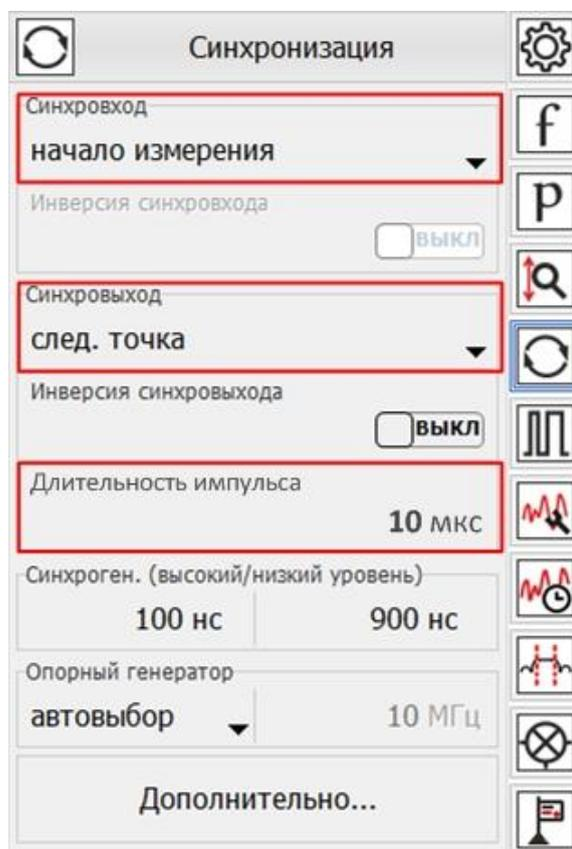
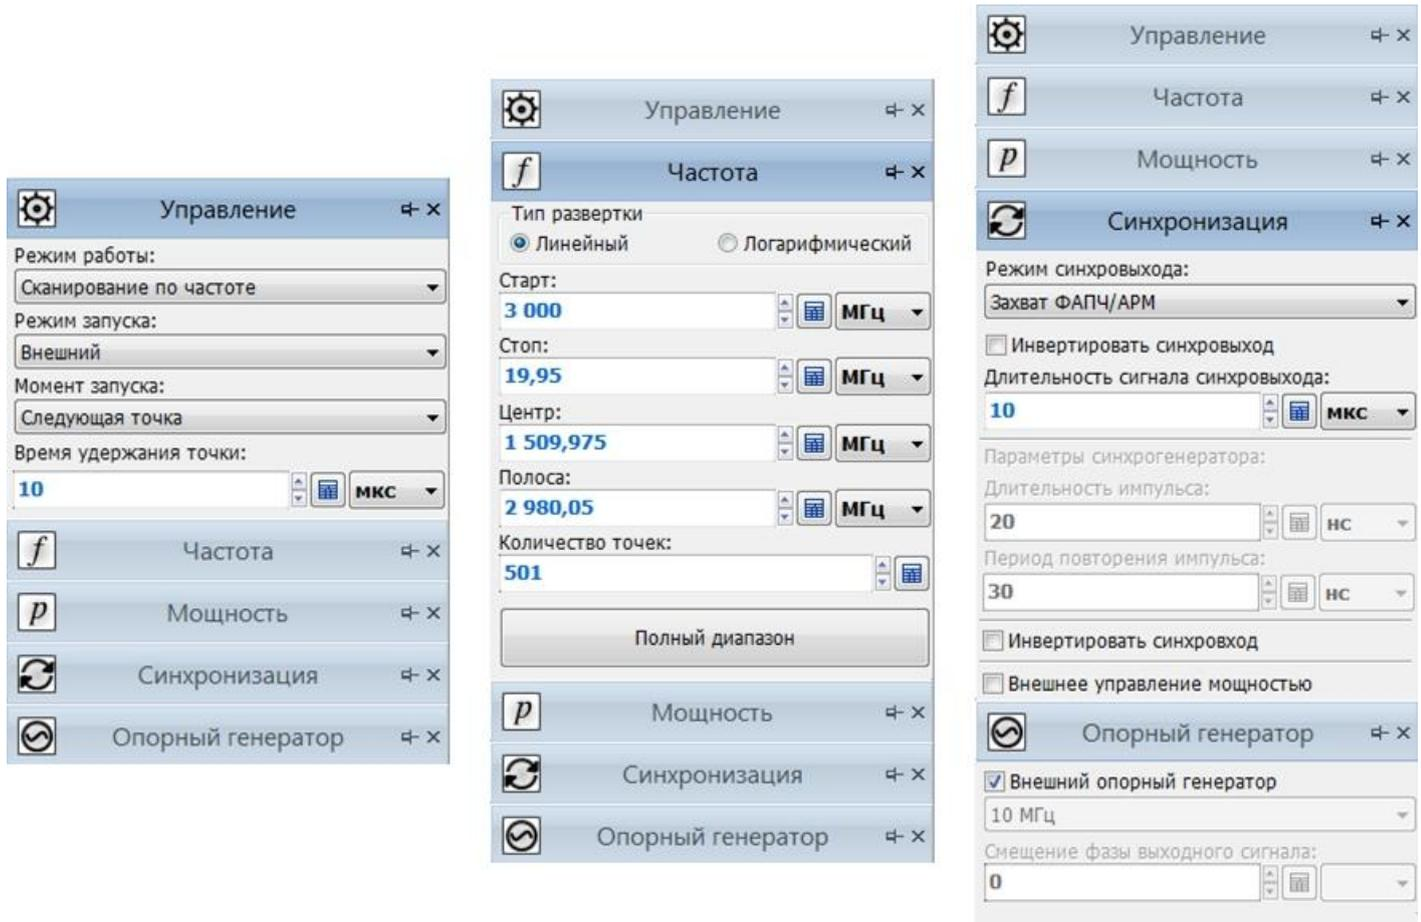

Рис. 24. Настройка генератора сигнала гетеродина
Рис. 25. Настройка синхронизации генератора «Г7М-20»
11. Настроить синхронизацию между ВАЦ и генератором сигнала гетеродина. Для этого соединить между собой входы и выходы синхронизации приборов. В панели управления «Синхронизация» задать параметры, указанные на рис. 24. Для генератора «Г7М-20» задать следующие параметры:  $R_{\text{вых}} = 15$  дБм;  $F = 3 \dots 19,95$  ГГц; режим работы – сканирование по частоте; режим запуска – внешний; момент запуска – следующая точка; режим синхровыхода – захват ФАПЧ/АРМ. Соединить вход опорного генератора ВАЦ с выходом опорного генератора «Г7М-20». В панели управления генератора сигнала гетеродина «Опорный генератор» включаем внешний опорный генератор. Задание параметров изображено на рис. 25;